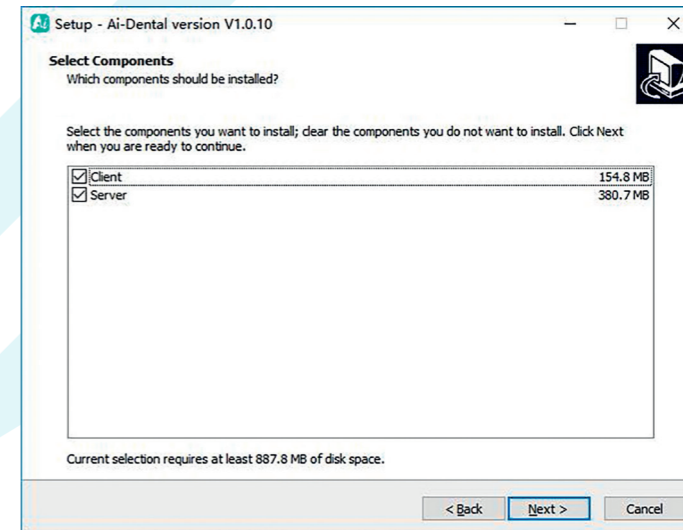

Figura 6
4.1.5 Seleccionar componentes. El usuario selecciona el componente correspondiente según sea necesario y, a continuación, pulsa el botón «Siguiente», como se muestra en la Figura 6: